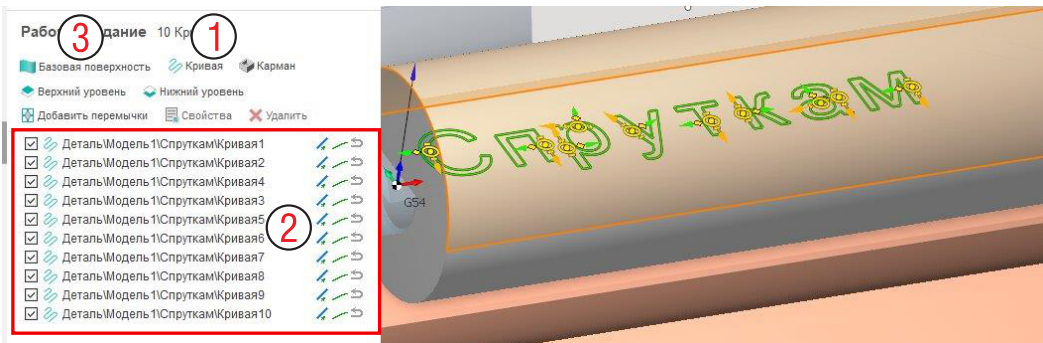

Рис. 12-14. Рабочее задание операции 2D контур.
В рабочем задании выберите все буквы и нажмите на иконку **Кривые** (1 на рис. 12-14), они появятся в списке (2).